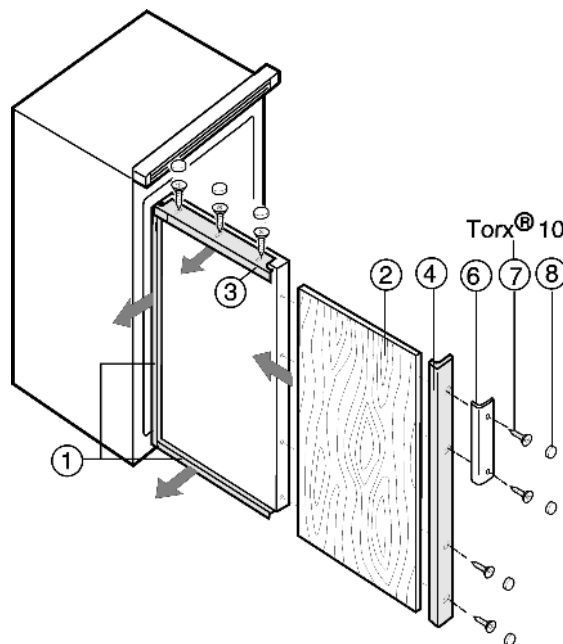

Fig. 11
- ▶ Открутите декоративную рамку Fig. 11 (4) со стороны ручки.
- ▶ На всех остальных декоративных рамках Fig. 11 (1, 3) винты нужно только ослабить и сдвинуть декоративные рамки вперёд.
- ▶ Вдвинуть декоративную панель Fig. 11 (2).
- ▶ Сдвиньте декоративную рамку Fig. 11 (1, 3) назад и прикрутите.
- ▶ Прикрутите декоративную рамку Fig. 11 (4), используя ручку Fig. 11 (6) и винты Fig. 11 (7).
- ▶ На всех головках винтов защёлкните накладки Fig. 11 (8).